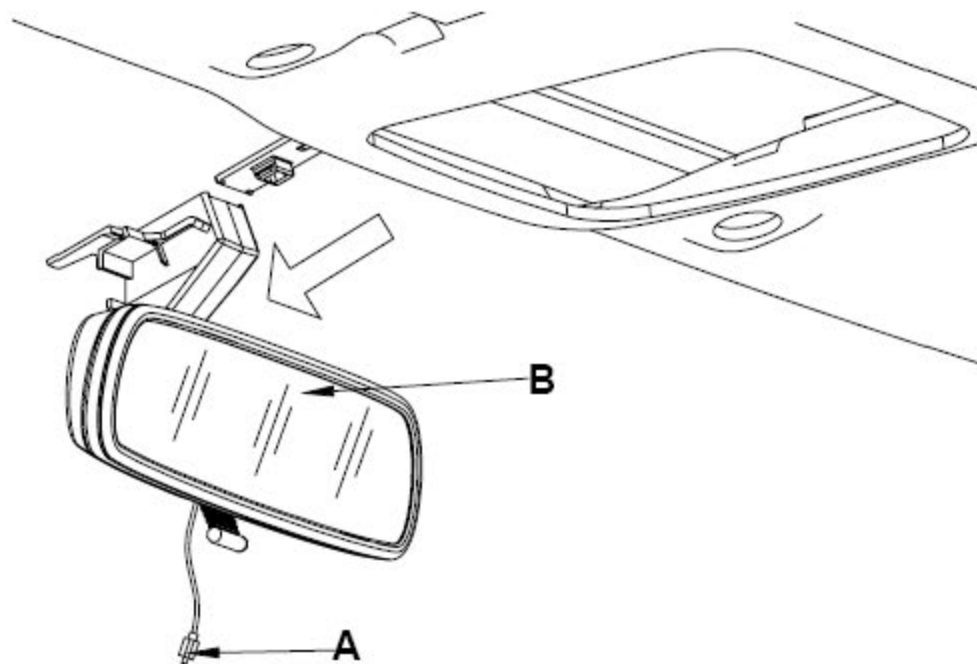

图 18-3-8
3). 如图 18-3-8, 脱开线束接插件 A, 按图中箭头方向推铝合金支架, 拆除内后视镜;